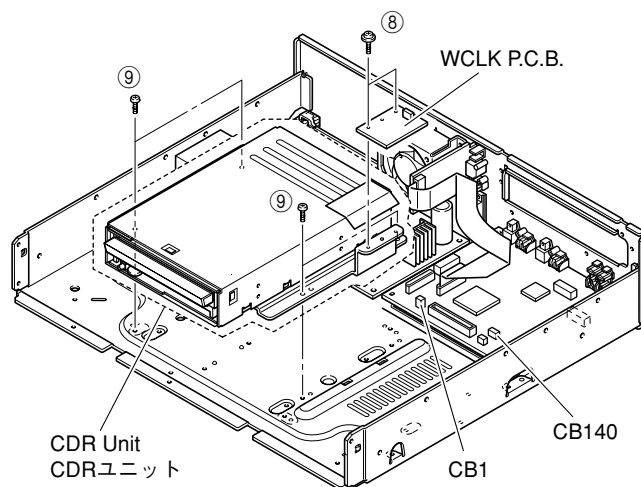

Fig. 5
- a. Remove CB1 and CB140. (Fig. 5)
- d. Remove 2 screws (⑧). (Fig. 5)
- c. Remove the WCLK P.C.B.. (Fig. 5)
- a. CB1、CB140を外します。(Fig. 5)
- d. ⑧のネジ2本を外します。(Fig. 5)
- c. WCLK P.C.B.を取り外します。(Fig. 5)
- b. Remove 4 screws (⑨). (Fig. 5)
- c. Remove the CDR unit. (Fig. 5)
- b. ⑨のネジ4本を外します。(Fig. 5)
- c. CDRユニットを取り外します。(Fig. 5)
- Install the CDR unit. (Fig. 5)
- Install 4 screws (9). (Fig. 5)
- CDRユニットを取り付けます。(Fig. 5)
- ⑨のネジ4本を取り付けます。(Fig. 5)